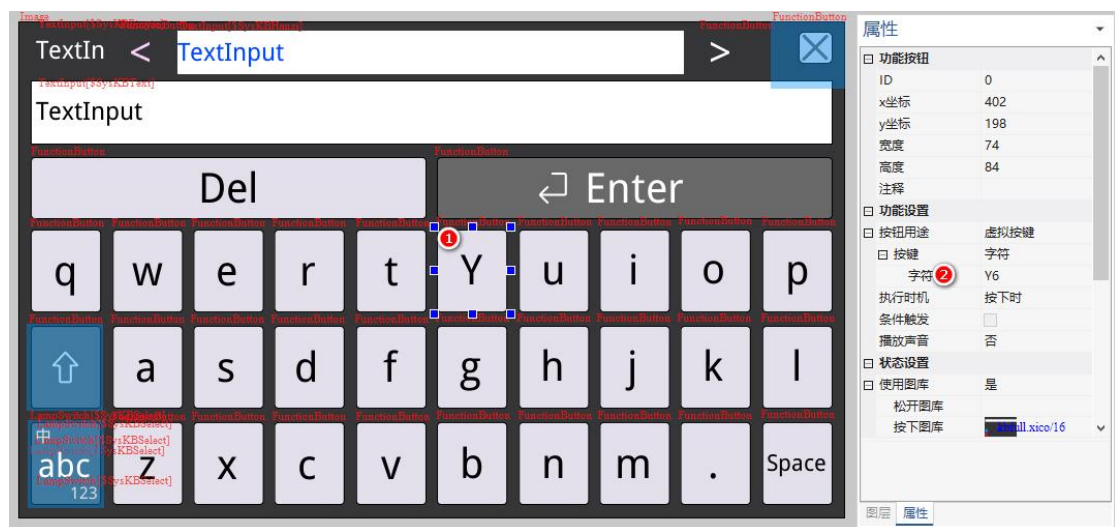

图 13-4 修改键值
1. 点击需要修改键值的控件，在右侧属性中找到“字符”输入栏，将字符“y6”改为“Y6”，如图 13-4 所示；